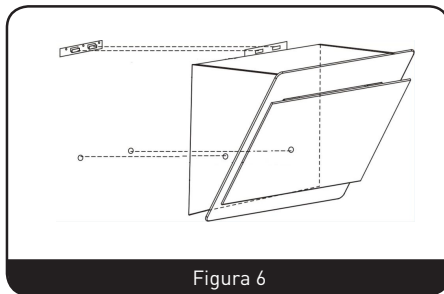

Figura 6
3. Fije la carcasa en su sitio utilizando los tornillos de seguridad. Fije la campana extractora a la pared utilizando 2 espiches y 2 tornillos ST4 x 30 mm. (Figura 6)